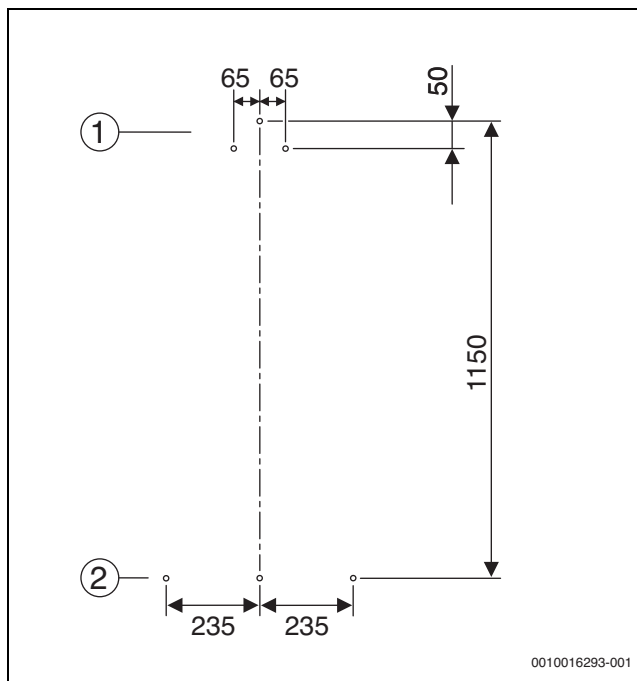

Fig. 12 Dimensioni dei fori
- Tracciare i fori sul soffitto come da fig. 12.